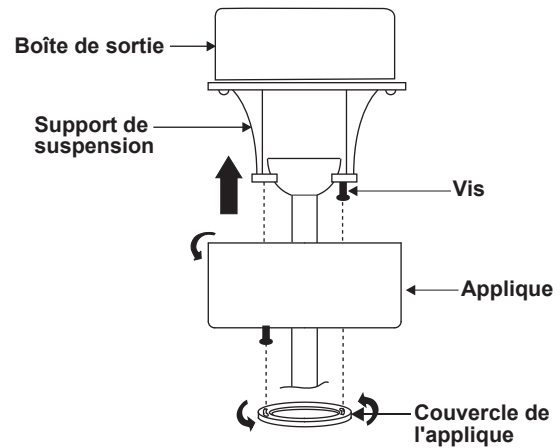

Figure 10
1. Raccordez le fil d'alimentation du ventilateur (noir) au fil noir du secteur comme illustré dans la Figure 10.